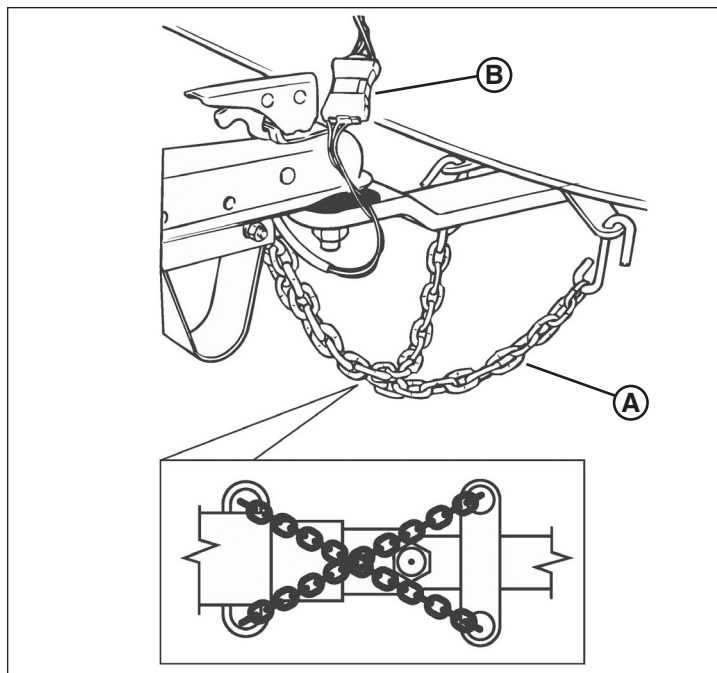

Figure 7
2. Raccorder les chaînes de sécurité (A, Figure 7) au châssis de l'attelage du véhicule et entrecroiser les chaînes sous la flèche de la remorque pour empêcher que la flèche tombe sur la route si la remorque se sépare de l'attelage. Installer les chaînes aussi serré que possible avec assez de lâche pour permettre un tournage libre.
3. Connecter le connecteur de lumière (B, Figure 7) du faisceau du véhicule au faisceau de la remorque.